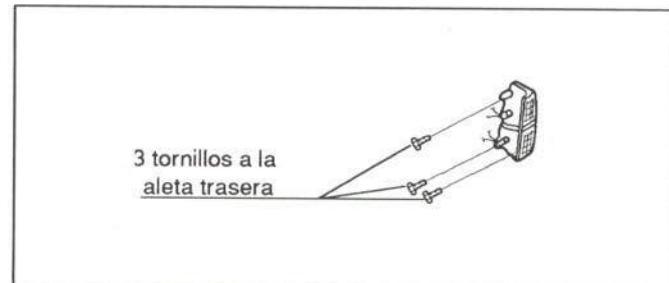

Figura 60.- Fijación de los pilotos
En la figura 60 se muestra su unión.
- Piloto trasero (figura 60)